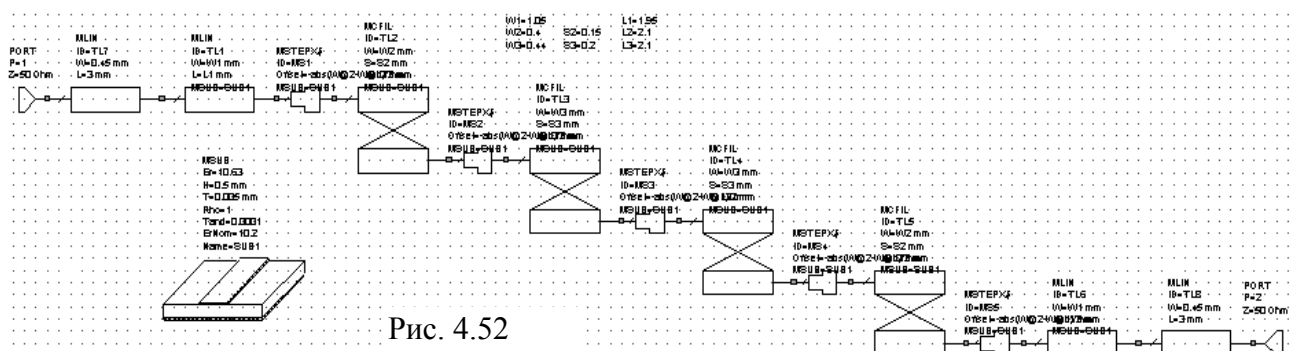

Рис. 4.52
**L=3.** Щёлкните мышкой по значку **Copy** и затем по значку **Paste** на панели инструментов (элемент **MLIN** должен быть выделен) и подключите скопированный элемент к выходу схемы. Установите курсор на входной порт, нажмите левую кнопку мышки и подключите порт ко входу схемы. Аналогично подключите выходной порт к выходу схемы. Схема должна иметь вид, показанный на рис. 4.52.